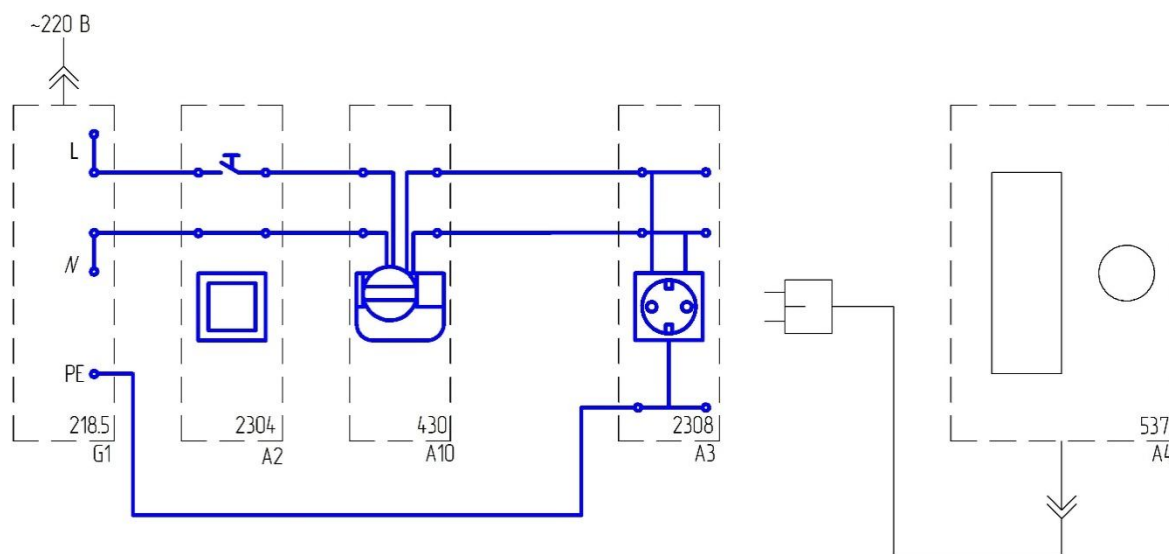

Рис.4.5.
- Соедините аппаратуру в соответствии со схемой электрических соединений, рис.4.5